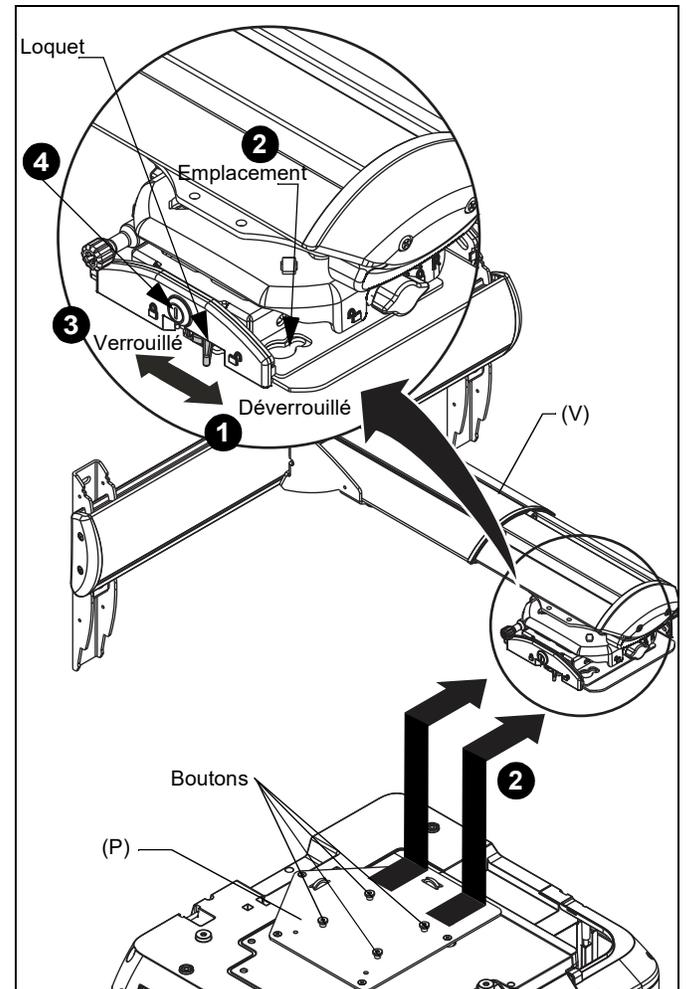

Figure 11
- Assurez-vous que le loquet du support de projecteur (V) soit en position **DÉVERROUILLÉE** et retirez la clé (collée sur le côté) du support de projecteur. (Voir figure 11)
- Soulevez le projecteur avec l'interface fixée (P) et faites glisser les boutons sur l'interface dans les emplacements sur le support de projecteur (V). (Voir figure 11)
- Passer le loquet en position **VERROUILLÉE** pour fixer le projecteur. (Voir figure 11)